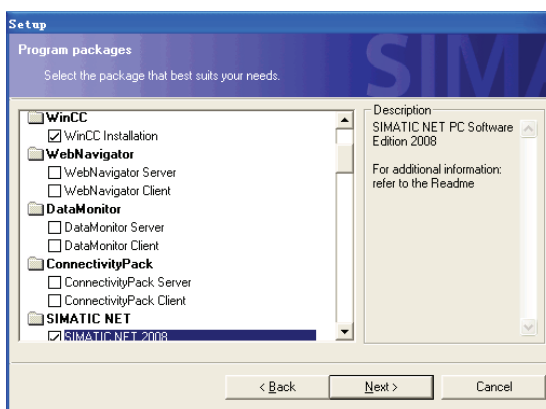
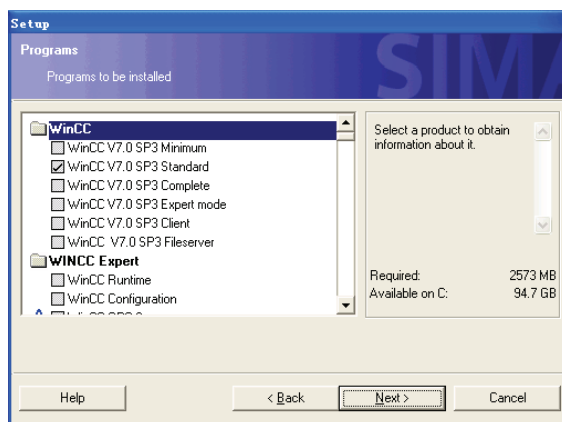

图 2-14 选择安装组件
图 2-15 安装组件的类型
5) 选择安装组件。选择“WinCC Installation”组件，如图 2-14 所示，单击“Next”按钮，弹出“Programs to be installed”的界面，选择组件的类型为“WinCC V7.0 SP1 Standard”，单击“Next”按钮，如图 2-15 所示。